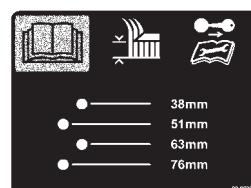

Bild 18
2. Nach dem Einstellen der Schnitthöhe sollten Sie die Rollen einstellen. Nehmen Sie die Bundmutter, die Büchse, das Distanzstück und die Schraube ab (Bild 18).
3. Wählen Sie ein Loch, bei dem die Antiskalpierrolle der gewünschten Schnitthöhe so nahe wie möglich ist (Bild 18).
4. Setzen Sie die Bundmutter, die Büchse, das Distanzstück und die Schraube ein. Ziehen Sie sie auf 54 bis 61 Nm fest (Bild 18).